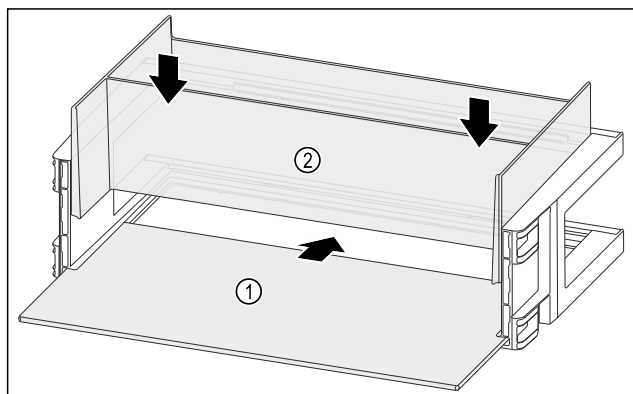

Fig. 94
- Draagplateau Fig. 94 (1) in de zijdelingse inkepingen schuiven.
- Organizer Fig. 94 (2) plaatsen.